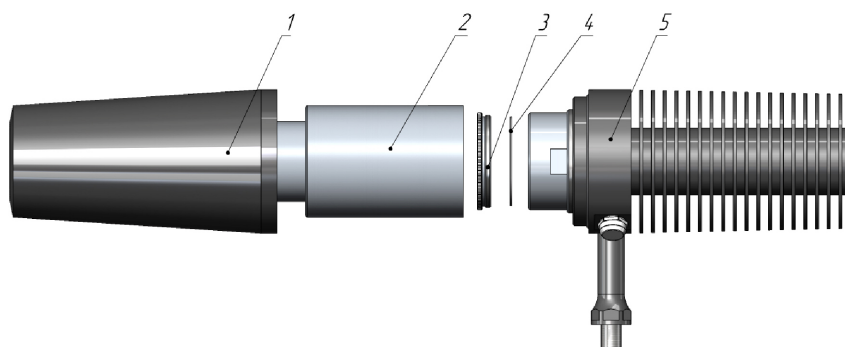

Рис. 1
В процессе эксплуатации проектора может возникнуть необходимость в замене слайда на другой. На Рис. 1 изображена схема последовательности разборки корпуса проектора для замены слайда.
- сначала выкручивается кожух (поз. 1) против часовой стрелки и снимается вместе с резиновым уплотнением Рис. 1;*